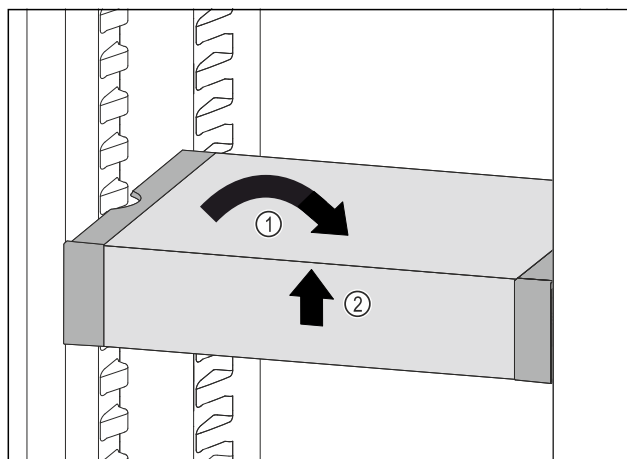

Fig. 93
- ▶ Установите VarioSafe прямо. Fig. 93 (1)
- ▶ Приподнимите VarioSafe спереди. Fig. 93 (2)